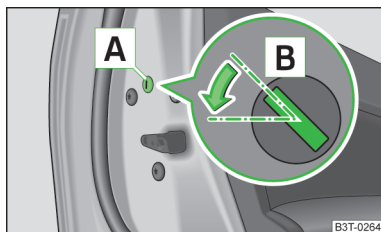

Fig. 192
- Desmontar el paramento **A** » fig. 192.